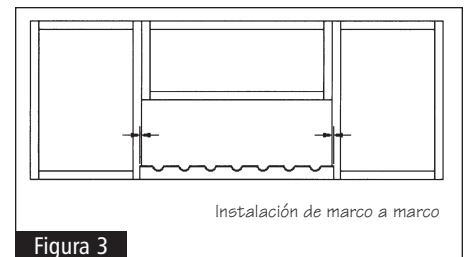

Figura 3
- **36" DE ANCHO:** Solamente requiere contramarco si la unidad frontal se va a instalar entre los marcos de los gabinetes. Sostenga la unidad frontal contra el marco del gabinete. Centre la unidad en la abertura de 36" y ponga una marca en donde sus extremos se superponen con los marcos. Haga un corte en las marcas de cada extremo. Vea la figura 3.